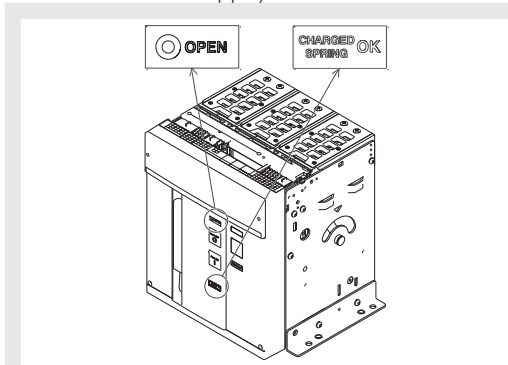

Figure 27
3. Contrôler que le disjoncteur soit ouvert (indicateur ouvert/fermé "O - OPEN"), et contrôler que les ressorts sont bandés (indicateur ressorts "jaune - CHARGED SPRING") comme indiqué dans la Figure 27.